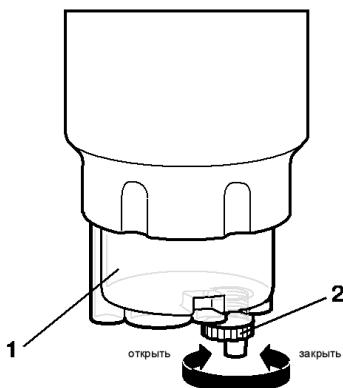

Рисунок 17 – Слив воды:
2. Отвернуть резьбовую пробку сливного отверстия 2 (рисунок 17) на дне водосборника 1 на 1-2 оборота и дать воде и примесям стечь в подставленную ёмкость.